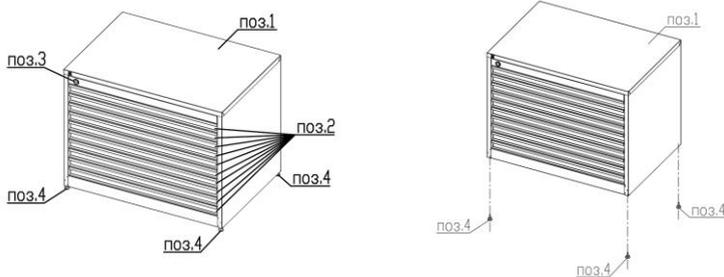

Рис. 1. Схема устройства и схема сборки шкафов - драйверов.
3.1. Шкаф - драйвер (рис. 1) состоит из цельносварного металлического корпуса (поз. 1) (во внутреннюю часть корпуса сварен каркас из профильной трубы сечением: 25х25х1,5мм.) и выдвижных ящиков (поз. 2).
- 5.3. Вкрутить в отверстия в дне шкафа- драйвера регулируемые опоры (3) с нужной регулировкой. (см. рис. 1)